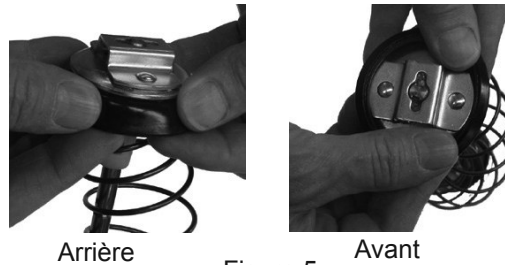

Figure 5
2. Vérifier visuellement le sens de la lèvre du joint avant de mettre en place une cartouche neuve. La lèvre du joint doit être dirigée vers la poignée du poussoir (vers l'arrière) pour le chargement de la cartouche. Voir la figure 5. (Pour changer le sens du joint du poussoir, dévisser le bouchon du cylindre de graisse et tirer la poignée pour extraire le joint. Retourner le joint puis le remonter.)